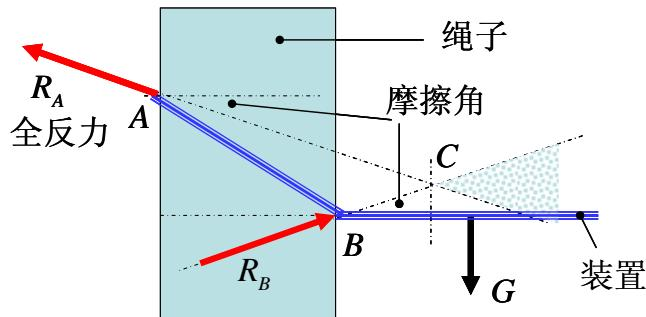

图 4 装置保持静止的条件
**2 定时下落**，是让装置能在直杆上停留特定的时间，然后自己落下来。因此关键是要精确控制装置内的某种运动。其原理与上次竞赛中的“单向自锁”类似：在图 4 中，当圆环套在绳索中，设圆环与绳索在  $A$ 、 $B$  处接触， $C$  为两接触处摩擦角的交点。根据受力分析，很容易看出  $C$  点是装置平衡的临界点：只要装置的重心  $G$  在  $C$  点的右侧，装置就可以自锁平衡；装置的重心  $G$  在  $C$  点的左侧，装置就不能自锁而下滑，如图 4 所示。利用这一原理，开始时让杯子中注满水，重心在  $C$  点右侧；水流出来后重心在  $C$  点的左侧，就是可能的解答。具体比赛中可以利用水的流动，也可以利用钢珠的滚动。